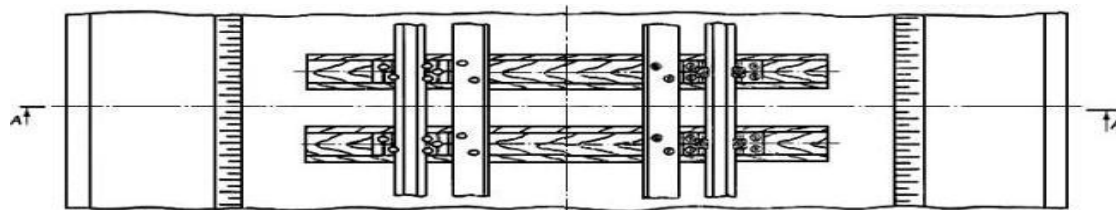

Рис.2.2 Мостовое полотно на балласте
1. На листе миллиметровой бумаги формата А-4 по исходным данным (табл.3) вычертите мостовое полотно на деревянных брусках (рис.2. 1) и мостовое полотно на балласте (рис. 2.2.) в масштабе 1:50 ,обозначив элементы и основные размеры.